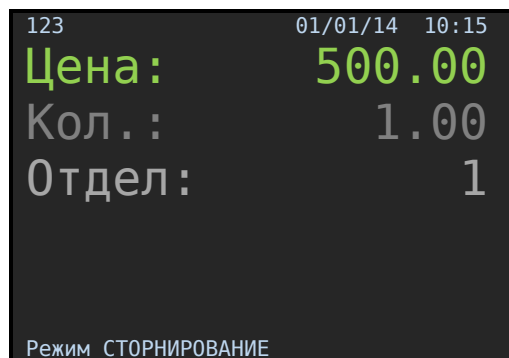

Рис.7.9. Окно «Сторно по цене».
1. Продажа по свободной цене. Ввести сторнируемую сумму, нажать [**Ввод**], перейти в окно рис.7.9.
- Если введена неправильная сумма, нажать клавишу [Esc], вернуться в окно Рис.7.9, клавишей [←] убрать неправильно введенные цифры и ввести правильную сумму.